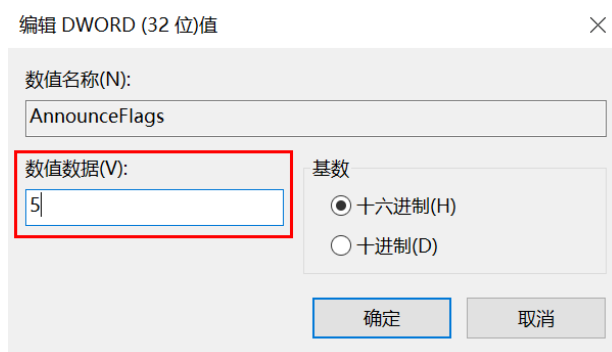

图3-11 修改 AnnounceFlags
3. 双击 Config 目录下的 AnnounceFlags，将数值数据设置为“5”，如图 3-11 所示。